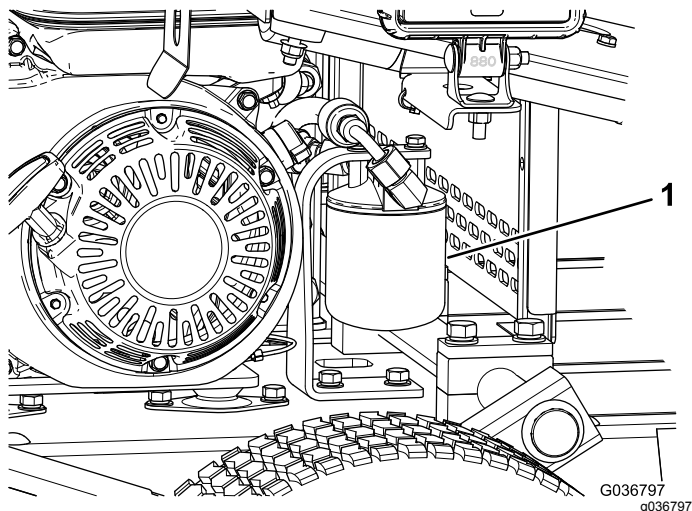

Рисунок 36
5. Поместите сливной поддон под фильтр, а затем снимите фильтр (Рисунок 36).